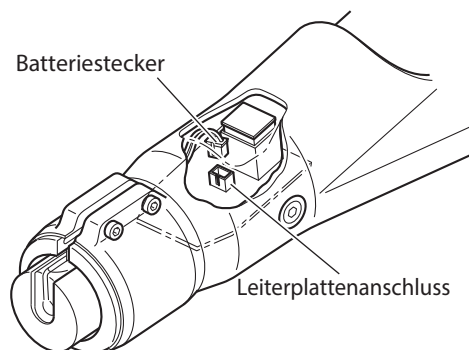

Abb. 21: Den Batteriestecker abziehen
- 1 Ziehen Sie den Batteriestecker von der Leiterplatte ab (Abb. 21).
- 9 Stecken Sie den Batteriestecker in den Leiterplattenanschluss (Abb. 21).